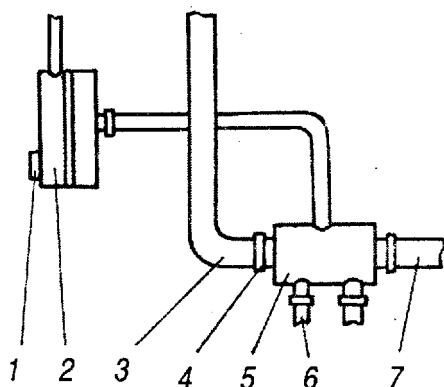

Рис. 5. Схема системы охлаждения двигателя
3. Ослабить хомут 4 (см. рис. 5) и снять отводящий рукав 3 радиатора с соединительной трубы 5.